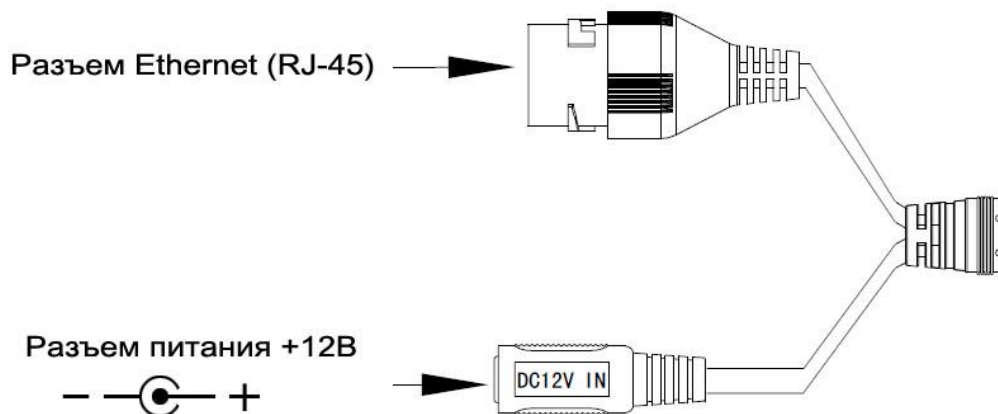

Рисунок 3
4.5. Подключите соединительные провода (разъемы) в соответствии со схемой внешних подключений (рис.3) и соблюдением полярности. Неверное соединение может привести к повреждению и/или неправильному функционированию оборудования.